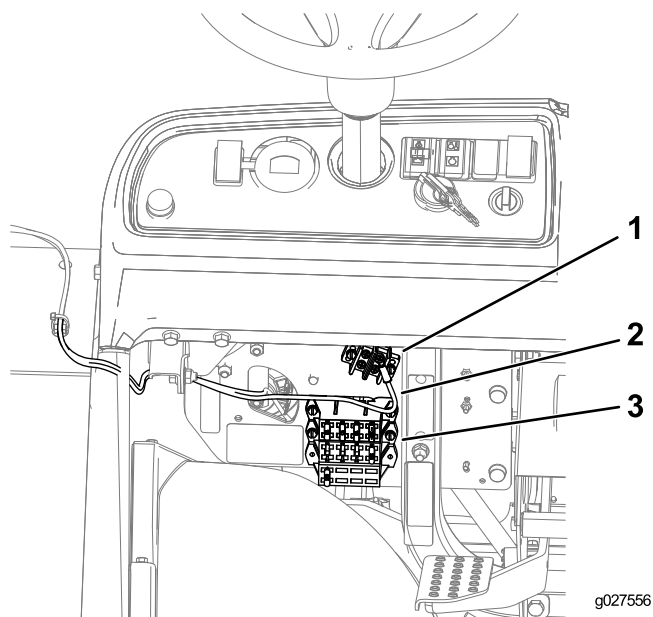

Рисунок 12
2. На машинах Workman MD/MDX/MDXD: подсоедините круглую клемму жгута проводки к блоку заземления и вставьте разъем блока предохранителей в имеющееся соединение блока предохранителей (Рисунок 12).